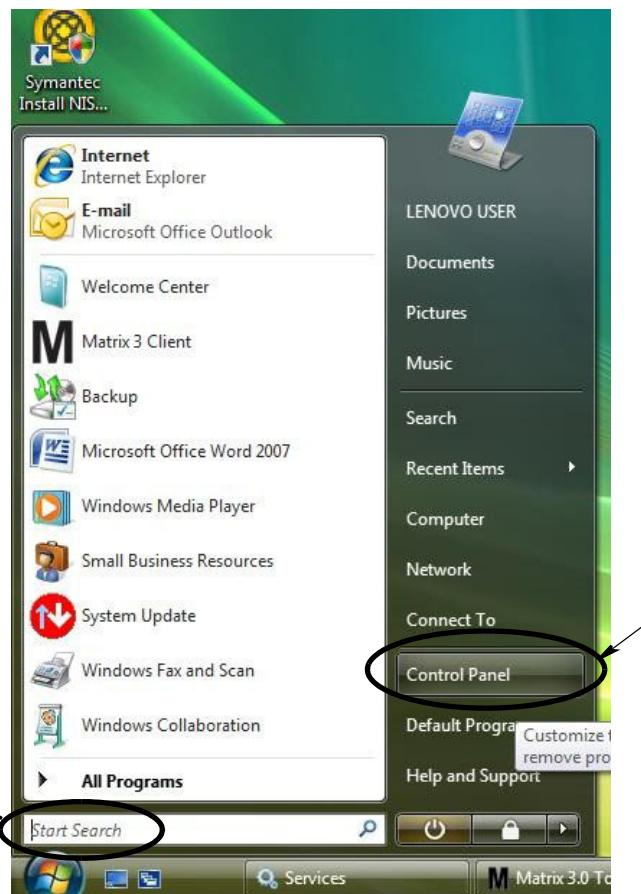

Рис. 32
- На рабочем столе нажмите «Пуск» и откройте «Панель управления» (Рис. 32).